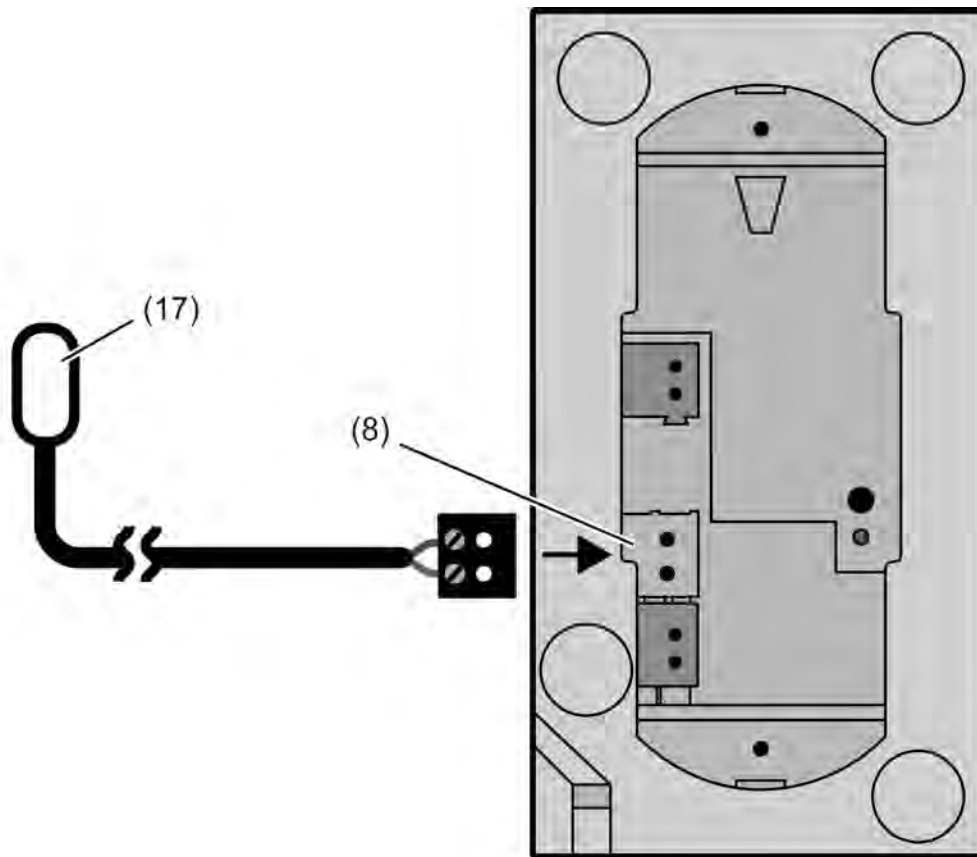

Bild 5: Anschluss des optional erhältlichen Fußbodentemperatur-/Fernfühlers
- (11) Glas-Oberfläche
- (12) Adapterring
- (13) Haltezapfen
- (14) Gewindestift
- (15) Klemmfeder in Einbaudose
- (16) Einbaudose für Glas-Sensor (Zubehör)
- Zusätzliche Versorgungsspannung an Steckklemme (7) anschließen.
- KNX/EIB Busleitung an Steckklemme (9) anschließen.
- Bei Bedarf den bedrahteten Fußbodentemperatur-/Fernfühler (17) an Steckklemme (8) anschließen (Bild 5). Der Fußbodentemperatur-/Fernfühler ist ein optional erhältliches Zubehörteil.
- Klemmfederaufnahmen (19) aus der Einbaudose heraushebeln, um die Schraublöcher der Einbaudose freizulegen.
- Adapterring (12) ausrichten und mit der Einbaudose oder der Wand verschrauben. Markierung **TOP= OBEN** beachten. Beiliegendes Schraubenset verwenden.
- Sicherungsschraube (18) unten am Adapterring anziehen. Kreuzschraubendreher Typ Pozi-Drive, Größe 0 verwenden.